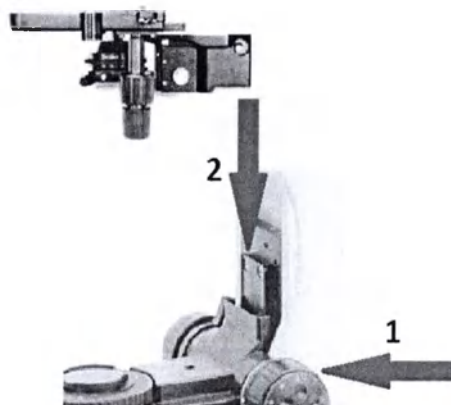

Рис. 1
Используя ручку грубой фокусировки (1), доведите направляющую планку на штативе до нижнего положения (2). В таком положении вам будет легко установить предметный столик, см. рис. 1.